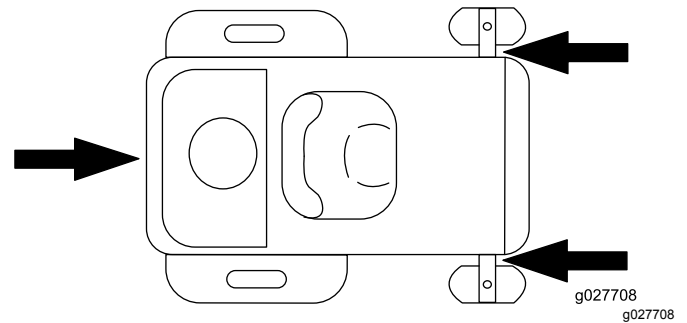

Bild 40
6. Vergurten Sie die Maschine in der Nähe der vorderen Laufräder und der hinteren Stoßstange mit Riemen, Ketten, Kabeln oder Seilen (Bild 40). Ziehen Sie in Bezug auf Anforderungen für Befestigungen geltende Vorschriften zurate.